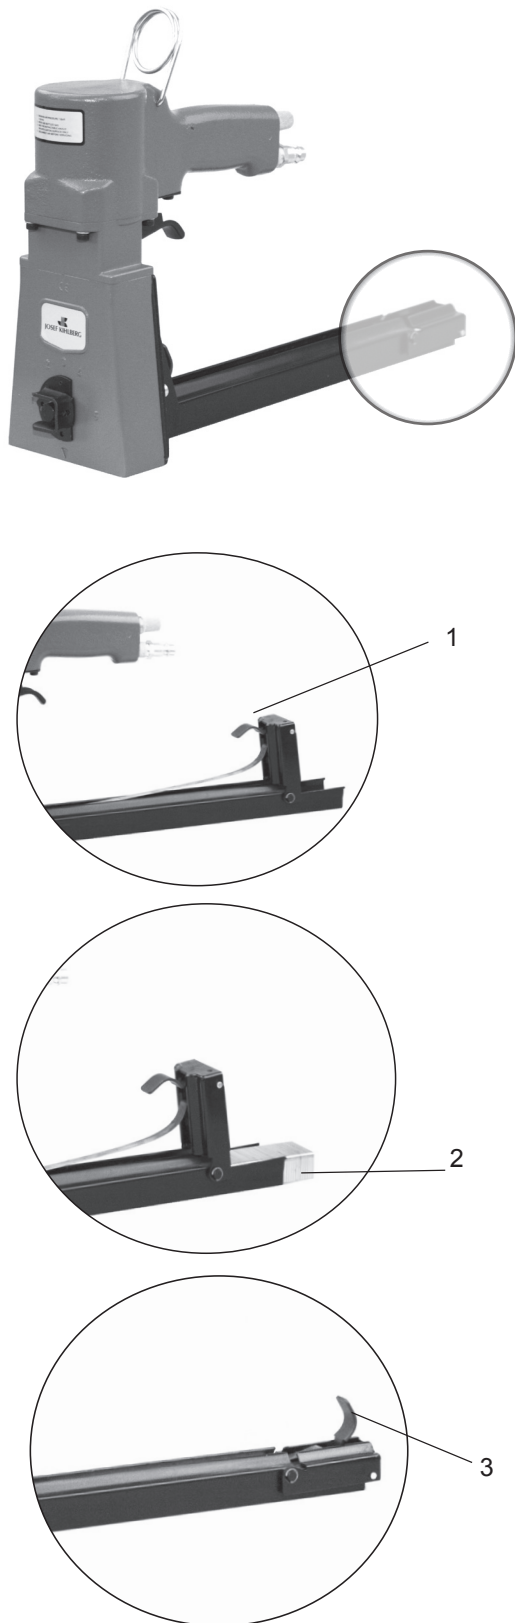

Fig. 8
1. Schieber (Fig. 8/1) ganz nach hinten schieben.